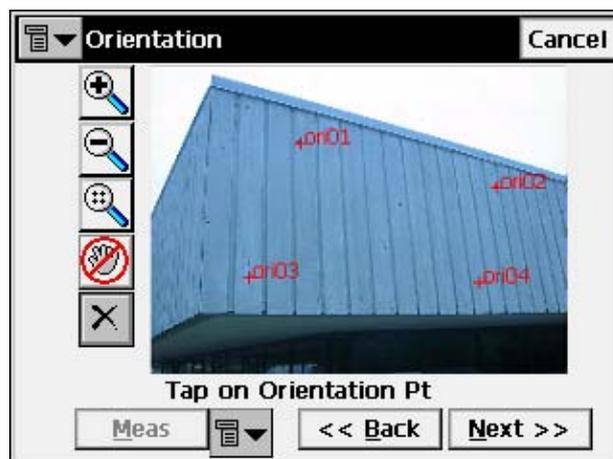

Рисунок 6-46. Вычислить ориентацию изображения
- После определения четырех или более ориентирных точек Вы можете нажать кнопку **Next (Далее)** в окне **Orientation (Ориентация)** и посмотреть результаты ориентирования (рис. 6-46).